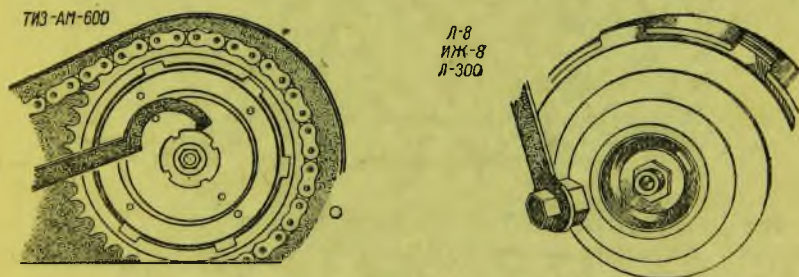

Рис. 174. Регулировка муфт сцепления
Часто муфты начинают пробуксовывать, что в большинстве случаев бывает результатом замасливания вкладышей, которые следует промыть бензином. Если вкладыши износились, необходимо несколько подтянуть гайки (1) (рис. 174), усилив тем самым действие пружин.